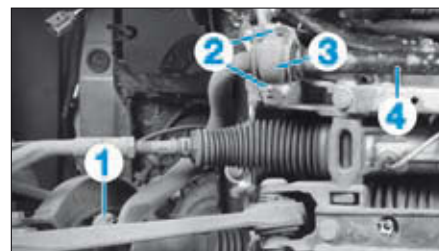

FIG. 14
- les vis (1) de la barre sur les biellettes de chaque côté (Fig.14).
- les vis (2) des paliers élastiques (3) sur le berceau,
- la barre stabilisatrice (4).